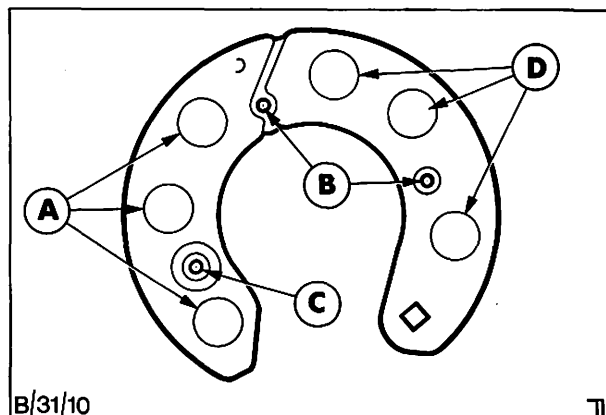

Abb. 76 A = Minus-Dioden
9. Zum Prüfen der Minus-Dioden Plus-Prüfspitze an Batterie-Minusklemme des Diodenträgers (C in Abb. 76) halten. Minus-Prüfspitze an jedem der Ständeranschlüsse, B in Abb. 76, nacheinander halten. Funktionieren die Dioden einwandfrei, so leuchtet die Prüflampe auf.